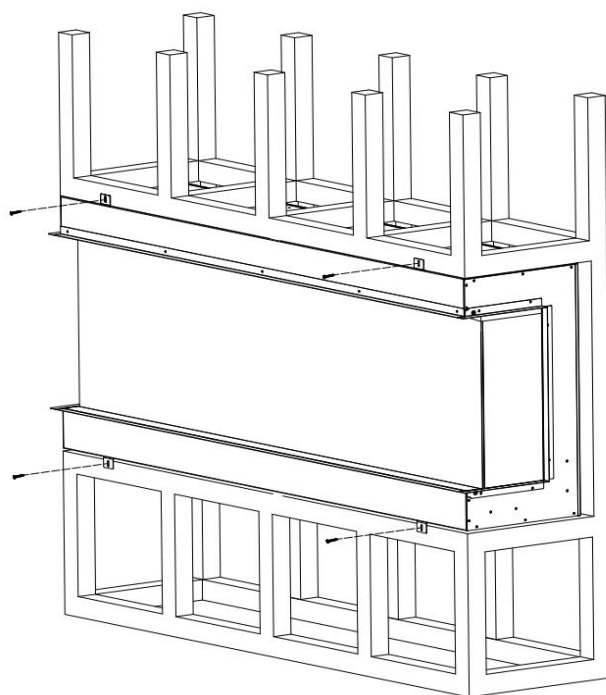

Fig.3-3
6. Inserire il caminetto nell'apertura della parete. Inserire le viti di montaggio nelle staffe e nelle viti prigioniere della parete. Collegare la spina e verificare il corretto funzionamento del caminetto. Fig.3-3